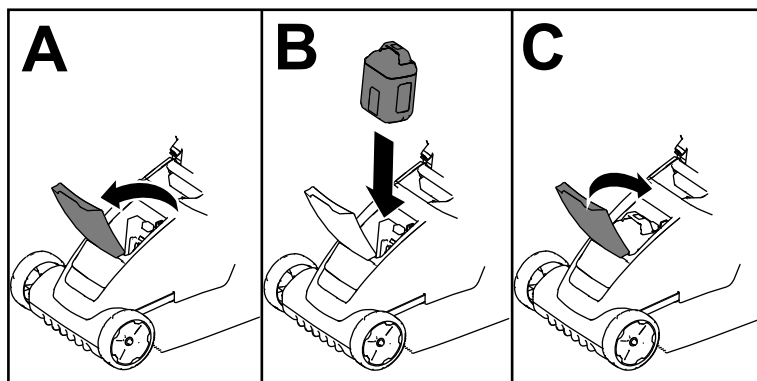

Figura 8
3. Ridicați capacul compartimentului pentru acumulator (A din Figura 8).
4. Aliniați canalul acumulatorului cu limba de pe maină și glisați acumulatorul în compartiment până când se fixează prin blocare (B din Figura 8).
5. Închideți capacul compartimentului pentru acumulator (C din Figura 8).